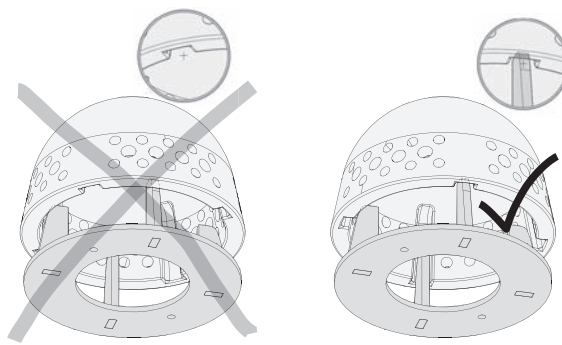

Fig. 44 Inserimento della spina aria primaria
- ▶ Importante: La scanalatura di guida deve innestarsi – Fig. 44.